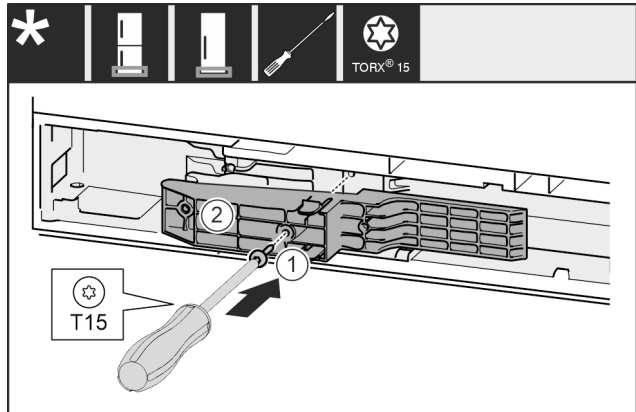

Fig. 56 *
- ▶ Adapterstück Fig. 56 (1) auf der Griffseite in die Aussparung einsetzen.*
- ▶ Schraube Fig. 56 (2) mit Schraubendreher festschrauben.*